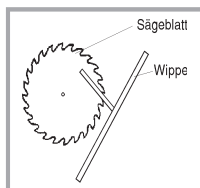

Abb. 4
- neues Sägeblatt in Schneidrichtung zur Bedienperson auf die Welle aufschieben (siehe Abb. 4 „Einbaurichtung des Sägeblattes“)